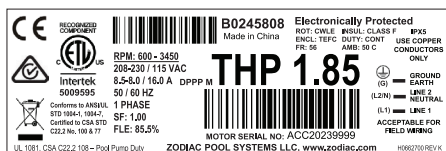

Figura 11. Etiqueta de la placa de datos del motor
1. Consulte la etiqueta de la placa de datos del motor para hallar el número de serie del motor (Figura 11).